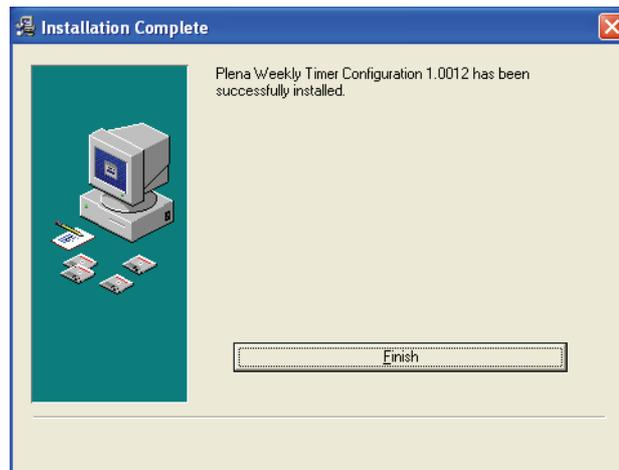

figura 8.6: Installazione completata
- 6 Attendere il completamento dell'installazione. Compare una finestra simile a quella in figura 8.6.